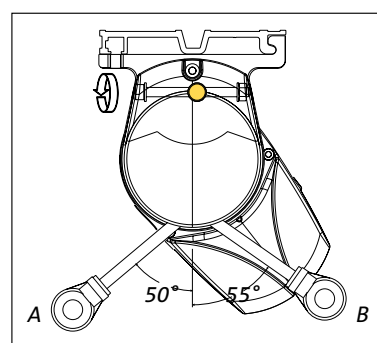

Fig. 12 : Sortie de manœuvre avec montage sur le plafond
- Avec montage sur le plafond: veuillez tenir compte de la fixation et de la réglage de l'inclinaison par derrière (voir fig. 12)